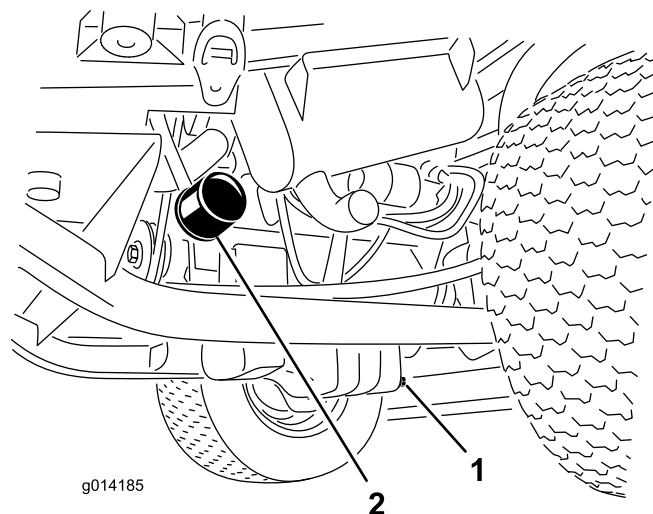

Рисунок 34
- Снимите сливную пробку (Рисунок 34) и дайте маслу стечь в сливной поддон.
- Снимите масляный фильтр (Рисунок 34).